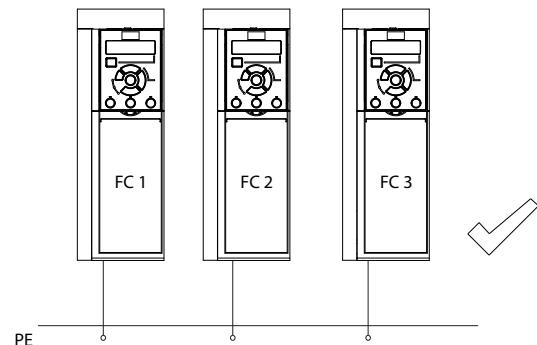

图 4.1 接地原理
- 请勿以菊花链方式将一台变频器的地线连接至另一变频器的地线上（请参阅图 4.1）。